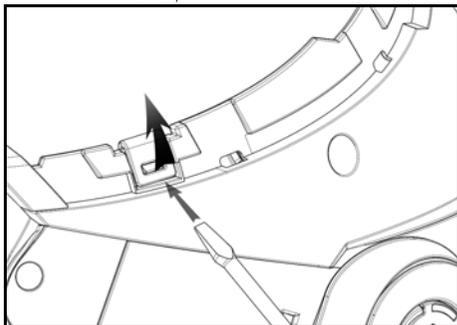

Abb. 9
- Haken Sie den rechten Befestigungsclip der Helmschale los, indem Sie sie mit einem flachkantigen Schraubenzieher oder einem ähnlichen Werkzeug mit Hebelwirkung nach außen drücken, und zwar wie auf Abb. 9 dargestellt.